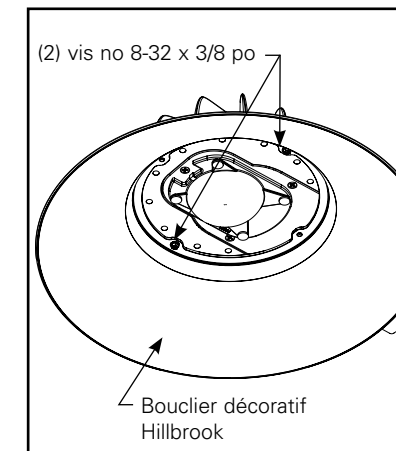

Figure 14.
1. Insérez les vis no 8-32 x 3/8 po fournies dans les trous de montage pour fixer le bouclier Hillbrook au boîtier (figure 14).